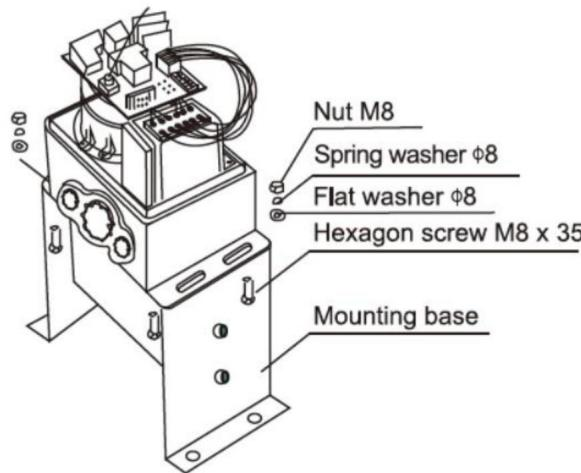

Figura 6
- c) Ensamble el motor de la máquina a la base de montaje como se muestra en la Figura 6;